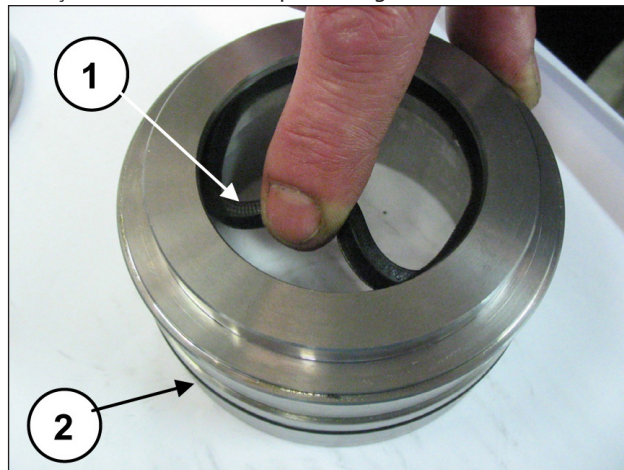

Fig. 164
Insira o forro de baixa pressão no suporte da embalagem (pos. ①, Fig. 164), prestando atenção ao sentido de montagem que fornece a borda de vedação para frente (em direção ao cabeçote) e o anel circular (pos. ②, Fig. 164).